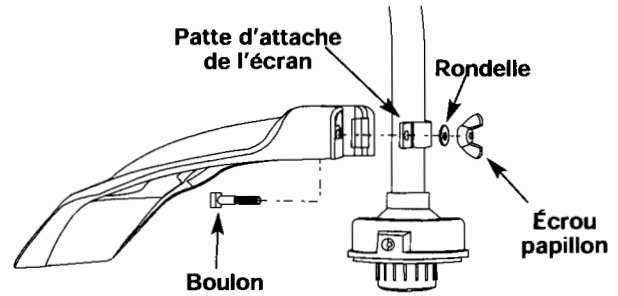

Fig. 3
2. De l'intérieur de l'écran de l'accessoire de coupe, poussez le boulon carré dans le trou jusqu'à ce que l'extrémité fileté dépasse de la patte d'attache de l'écran (Fig. 3).